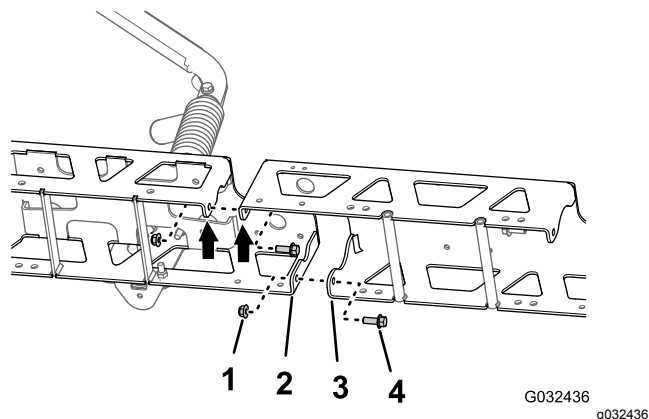

Figura 54
2. Montate senza serrare l'estensione della barra centrale sul telaio della trave (Figura 54) con i 2 bulloni a testa flangiata (3/8\" x 1\") e i 2 dadi di bloccaggio flangiati (3/8\") che avete rimosso al passaggio 1 di Separazione delle travi della sezione di irrorazione centrale (pagina 28).
3. Allineate i fori nelle flange verticali dell'estensione della barra centrale con i fori dell'altro telaio della trave (Figura 54).
4. Montate senza serrare l'estensione della barra centrale sull'altro telaio della trave (Figura 54) con i 2 bulloni a testa flangiata (3/8\" x 1\") e i 2 dadi di bloccaggio flangiati (3/8\") del kit di finitura dell'impianto di irrorazione GeoLink (Figura 54).
1. Allineate i fori nelle flange verticali dell'estensione della barra centrale con i fori del telaio della trave (Figura 54).